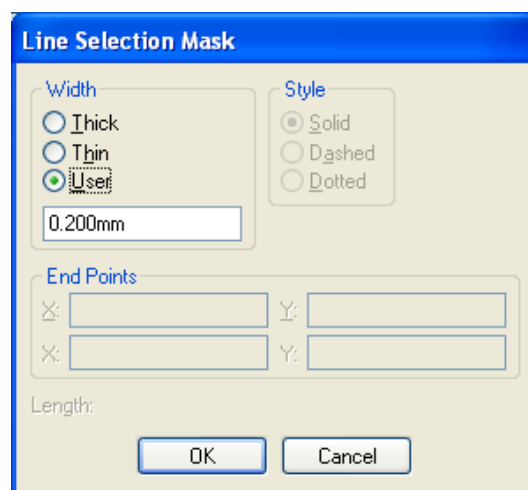

Рисунок 4.14 - Задание маски для выбора линий
Это позволяет существенно снизить область выбора. Например, можно выбирать не просто линии, а линии определенной толщины. Маска для элементов задается нажатием соответствующей кнопки. Так на *рис. 4.14* приведен пример задания маски для выбора линий толщиной 0.2 мм.
- В рамке **Select Mode** (см. *рис. 4.14*) производится настройка режима выбора элементов окном. Возможны три варианта: